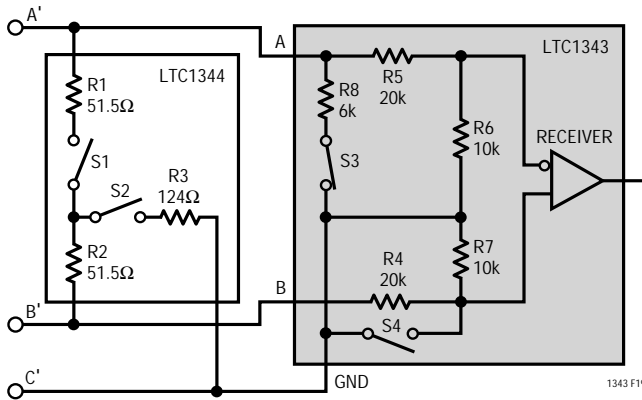

図19. V.28レシーバ構成
V.28モードでは図19に示すとおり、LTC1343内のS3を除くすべてのスイッチがオフになり、6k(R8)インピーダンスを20k(R5)+10k(R6)と並列にしてグラウンドに接続し、5kの合成インピーダンスを実現しています。非反転入力はLTC1343レシーバ内で切断され、1.4Vレシーバ・トリップ・ポイントに対するTTLレベルのリファレンス電圧に接続されます。